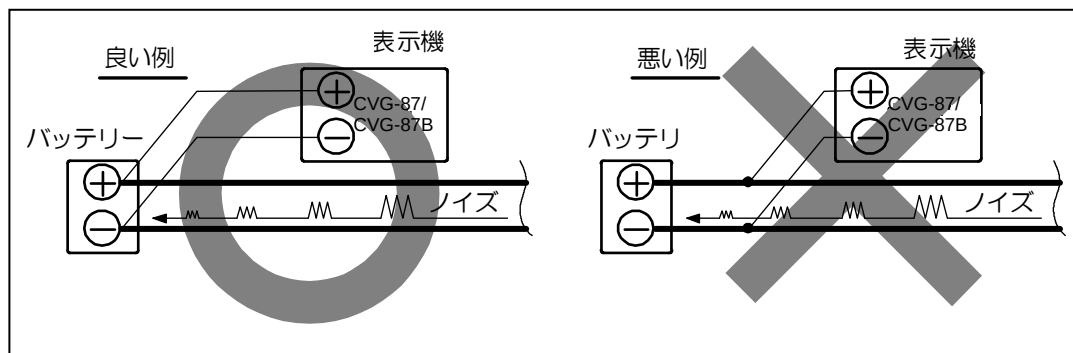

図 6.1 電源ラインの接続方法
- (1) 送受波器および電源ケーブルは、他の電子装置類のケーブルからできるだけ離してください。
- (2) 表示機筐体は背面パネルのアース端子を利用して船体に確実に接地します。
- (3) 電源ケーブルは、バッテリーから直接配線する方が他の電子装置からの干渉を受けにくくなります。(図 6.1 参照)